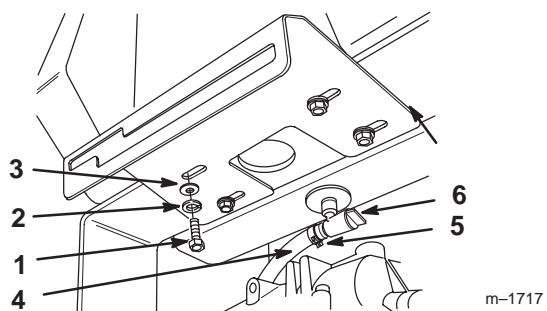

Figure 4
- Fixez le panneau de commande et le réservoir de carburant au bâti arrière à l'aide de 4 boulons (5/16 x 7/8"), 4 rondelles-freins (5/16") et des rondelles (Fig. 4).
- Enfilez le collier sur la conduite d'alimentation (Fig. 4). Poussez la conduite d'alimentation sur le raccord du réservoir de carburant et fixez-la en place avec le collier (Fig. 4).